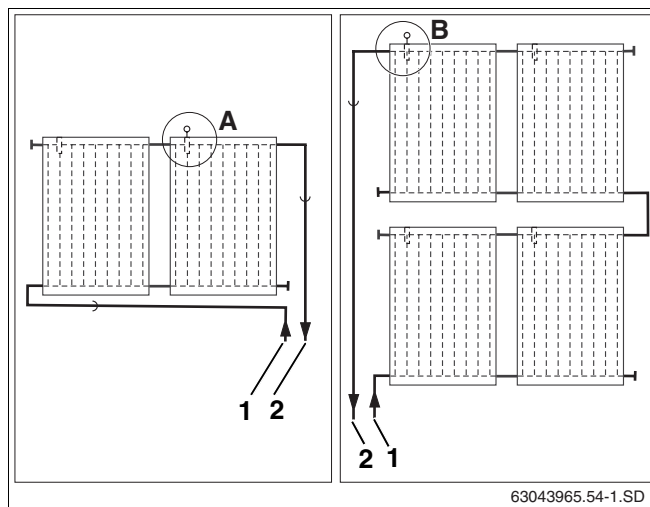

Fig. 50 Local de instalação do sensor do colector (apresentação esquemática)
Atenção ao local de instalação nos sistemas de colectores de uma ou de duas filas (fig. 50).
O sensor do colector deve ser instalado ao colector com a tubagem de avanço ligada (fig. 50, **item 2**).
- Local de instalação (fig. 50, **item A**) para sistemas de colectores unilaterais com tubagem de avanço à direita.
- Local de instalação (fig. 50, **item B**) para sistemas de colectores bilaterais com tubagem de avanço à esquerda.